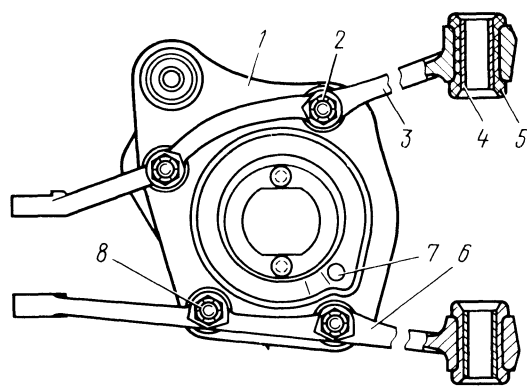

Рис. 143. Нижние рычаги подвески:
2. Отсоединить стойку стабилизатора от опорной чашки 1 (рис. 143) пружины и снять амортизатор.